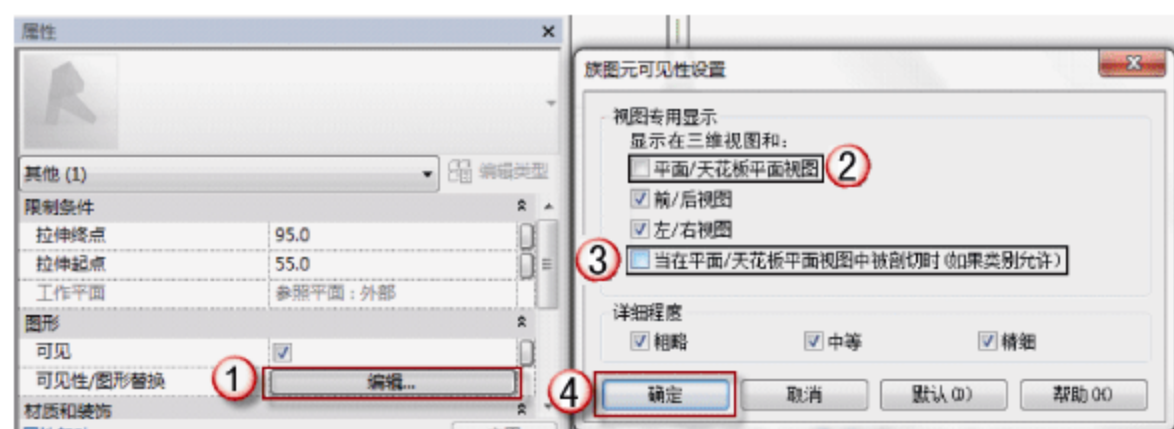

图 6.2.22 修改 FM1534 乙上部窗户玻璃的可见性
(20) 修改 FM1534 乙上部窗窗框的可见性。在 FM1534 乙上部窗窗框的“属性”面板中,单击“图形”栏“可见性/图形替换”后的“编辑”按钮,弹出“族图元可见性设置”对话框,取消“平面/天花板平面视图”和“当在平面/天花板平面视图中被剖切时(如果类别允许)”复选框的选择,单击“确定”按钮,如图 6.2.22 所示。
(21) 添加 FM1534 乙上部窗窗框材质。选择 FM1534 乙上部窗窗框,在 FM1534 乙上部窗窗框的“属性”面板中,单击“材质和装饰”栏“材质”右侧的空白按钮,弹出“关联族参数”对话框,单击“添加参数(D)”按钮,弹出“参数属性”对话框。选中“共享